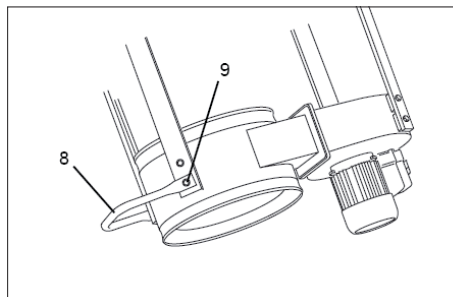

Рис.6
- Встановіть пластикову планку (1) між корпусом фільтра та стійкою.
- Встановіть ручку, як зазначено на рис. 6.